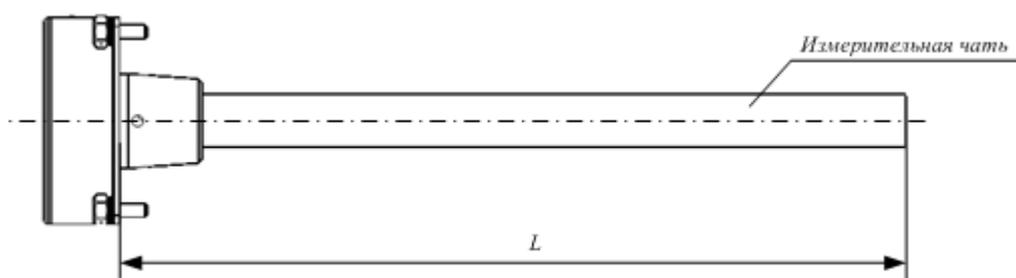

Рисунок 19
- 6) Надеть на измерительную часть изделия (Рисунок 19) прокладку, входящую в комплект поставки изделия.
Рабочая длина изделия – длина L , изображенная на рисунке (Рисунок 19).